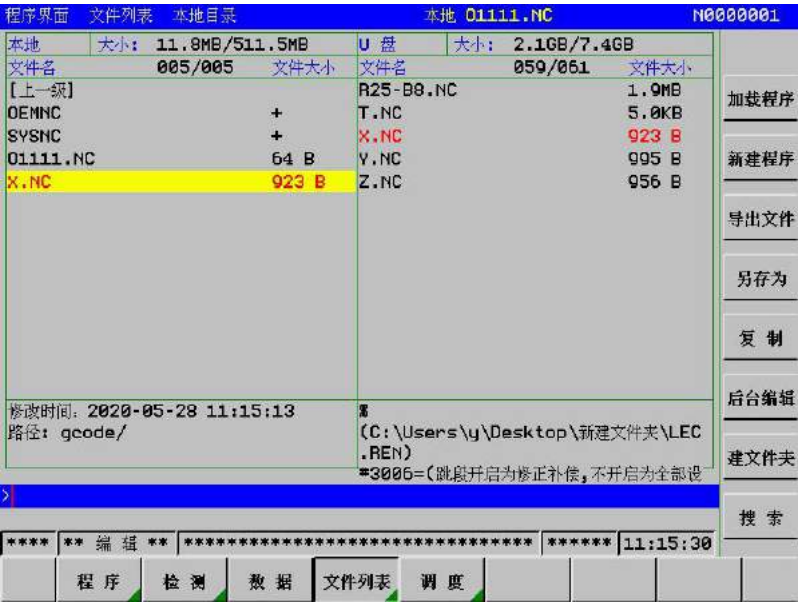

图3-2-4
- (2) 按 、 翻页键或者按 、 光标键，选择要导入的程序。按界面右侧【导入文件】子软键，选中的程序将传入本地内存中。
- 例：文件名 X.NC（见图 3-2-4）。